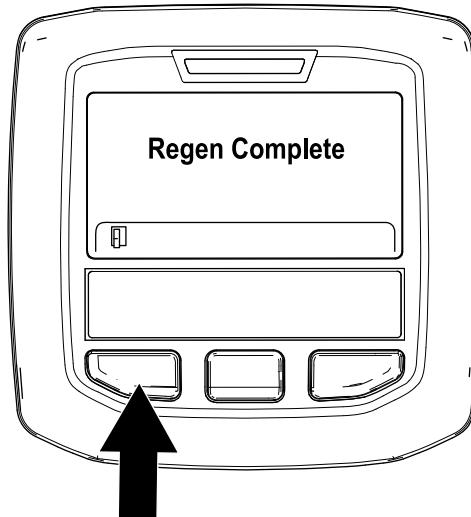

Figura 51
- El proceso de restauración con la máquina estacionada finaliza cuando aparece el mensaje "Regen Complete" (Restauración finalizada) en InfoCenter: Pulse el botón izquierdo para volver a la pantalla de inicio (Figura 51).